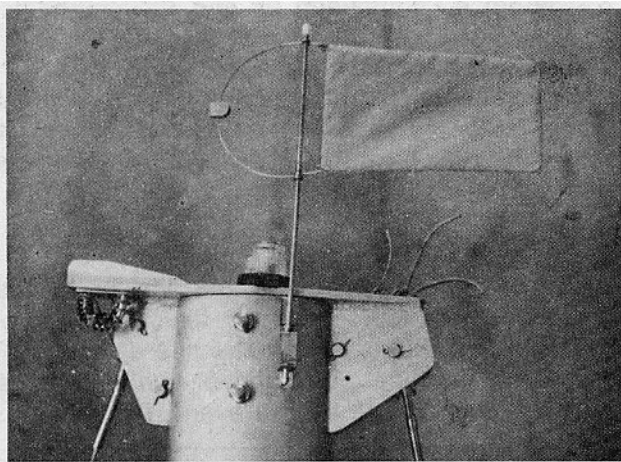

Fig. 5
4. fixer la girouette en tête de mât (fig. 5)